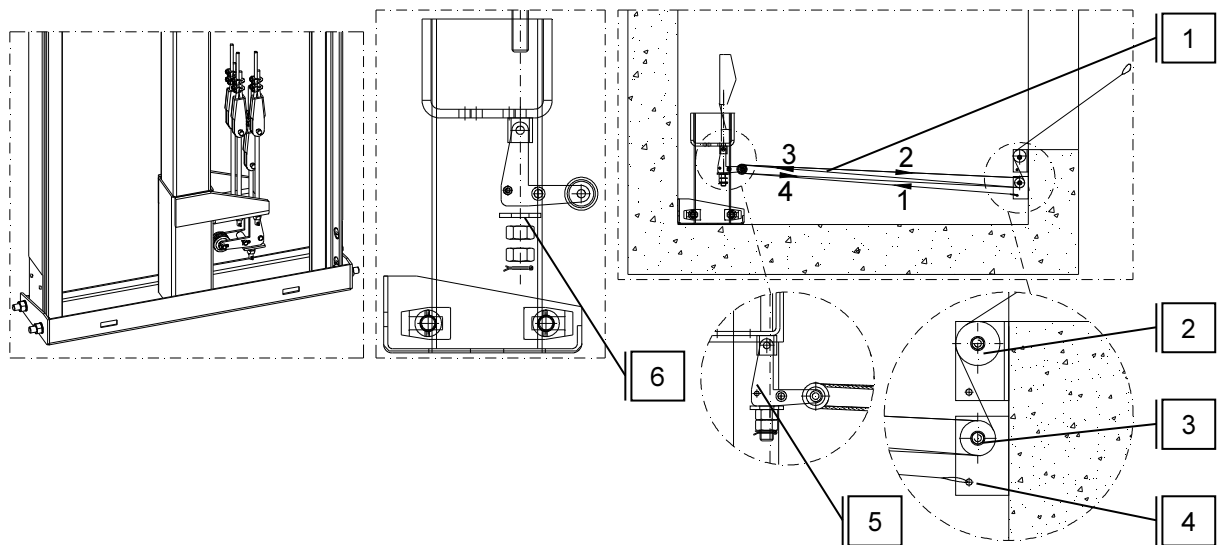

FIGURE 24
1. 通过利用含在安全钳测试套装中的矩形垫圈（不是绳头垫圈），把安全钳测试器的偏心轮牢牢固定在悬架底座底部的绳头上如图 (FIGURE 24)。
3. 把绳索边缘向双槽偏向滑轮的相应洞孔拉紧。开始在偏心凸轮和偏差滑轮间装好绳索，如图 (FIGURE 24)。